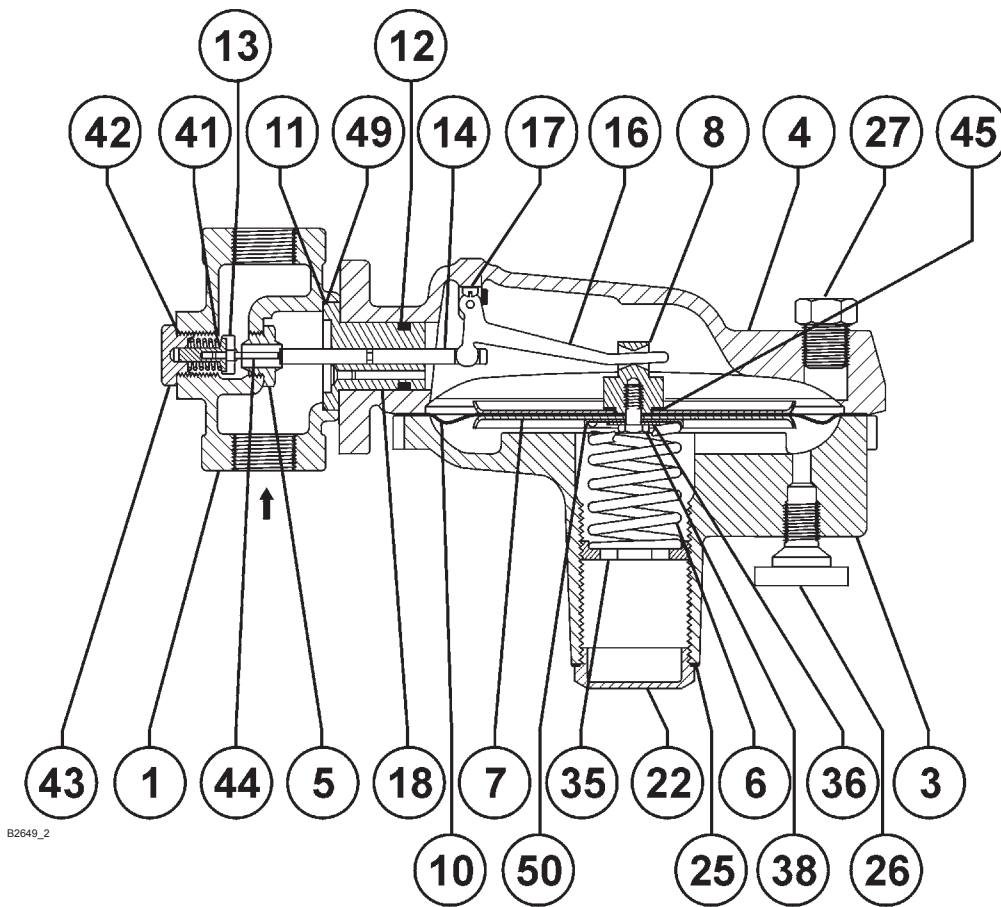

图 3. Y695A 型组件
2. 安装调压器时，使用与调压器本身大小相同或更大尺寸的直管道。调压器上的箭头应与实际流向一致。如需截止阀，在调压器与储罐间安装一个全流阀。为了使调压器正常运作，安装时，弹簧箱体应面朝下。图3, 4, 5显示了这一部分的标号。
安装完成后, 缓慢打开上游和下游截止阀 (如有使用), 调压器将进行工作, 同时用压力表来监测压力。调压器在出厂时就已进行了压力设置。允许的压力设置范围已刻在铭牌上。如果所要求的设定压力超出了铭牌上的范围, 则需安装一个在其范围内的弹簧, 更换弹簧的具体步骤在维护章节中会提到。调压器的设定按照以下步骤设定 (标号见图 3 和图 5):
该流程用于接触阀座组件、阀芯、阀体 O 型圈。在执行下列步骤前，必须释放调压器中的所有压力。标号示于图 3, 4, 5。
3. 旋开螺栓（标号 2）并将阀膜箱体（标号 4）从阀体（标号 1）中分离出来以便检查 Y695A 型和 Y695AM 型的阀芯（标号 5，图 3），或阀颈密封件（标号 31，图 5）和 Y695AM 型的机械螺钉（标号 33，图 5）。
该流程用于接触控制弹簧、阀膜和阀杆组件。在以下步骤执行前，必须释放阀膜箱体组件中的所有压力。标号示于图3, 4, 5。
该流程用于接触控制弹簧、阀膜组件、阀杆和杆O型圈。在以下步骤执行前，必须释放阀膜箱体组件中的所有压力。标号示于图3, 4, 5。